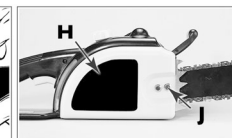

Fig. 3E
- Montieren Sie den Kettenschutz (H). Setzen Sie den Schutz über die 2 Stangenbolzen. Ziehen Sie die verbleibenden Muttern (J) NUR HANDFEST an. (Siehe Abb. 3E)